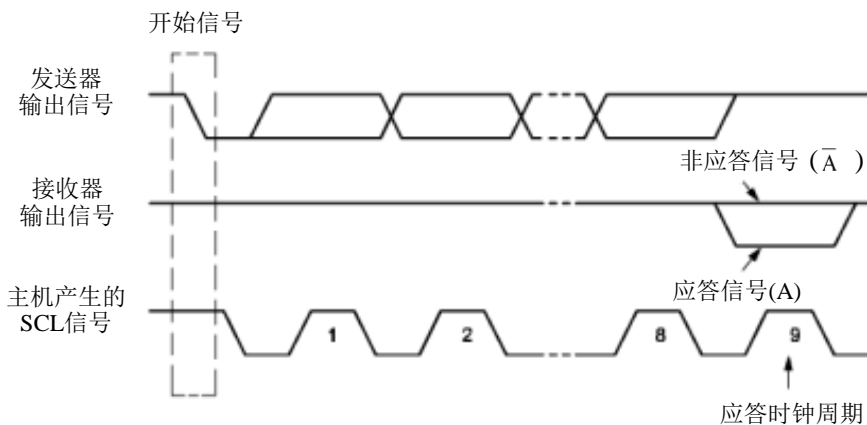

Figure 15-5 IIC 总线的应答信号
**重新开始信号 (Repeated START):** 在 IIC 总线上，由主机发送一个开始信号启动一次通信后，在首次发送停止信号之前，主机通过发送重新开始信号，可以转换与当前从机的通信模式，或是切换到与另一个从机通信。如 Figure15-5 所示，当 SCL 为高电平时，SDA 由高电平向低电平跳变，产生重新开始信号，它的本质就是一个开始信号。
**应答信号 (A):** 接收数据的 IIC 在接收到 8 位数据后，向发送数据的 IC 发出的特定的低电平脉冲。每一个数据字节后面都要跟一位应答信号，表示已收到数据。应答信号在第 9 个时钟周期出现，这时发送器必须在这一时钟位上释放数据线，由接收设备拉低 SDA 电平来产生应答信号，由接收设备保持 SDA 的高电平来产生非应答信号 ( $\bar{A}$ )，如 Figure15-5 所示。所以，一个完整的字节数据传输需要 9 个时钟脉冲。如果从机作为接收方向主机发送非应答信号，这样，主机方就认为此次数据传输失败；如果是主机作为接收方，在从机发送器发送完一个字节数据后，发送了非应答信号，从机就认为数据传输结束，并释放 SDA 线。不论是以上哪种情况都会终止数据传输，这时，主机或是产生停止信号释放总线，或是产生重新开始信号，开始一次新的通信。开始信号、重新开始信号和停止信号都是由主控制器产生，应答信号由接收器产生，总线上带有 IIC 总线接口的器件很容易检测到这些信号。